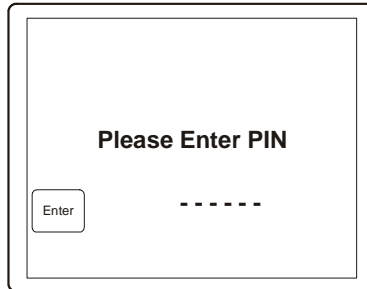

Figure 3.3 : écran Enter PIN (Saisie du code PIN)
2. Sur l'écran Enter PIN (Saisie du code PIN) (figure 3.3), entrez le code PIN à l'aide des touches alphanumériques. Appuyez ensuite sur la touche logicielle ENTER (ENTRÉE).
3. Sur l'écran Enter PIN (Saisie du code PIN) (figure 3.3), entrez le code PIN à l'aide des touches alphanumériques. Appuyez ensuite sur la touche logicielle ENTER (ENTRÉE).